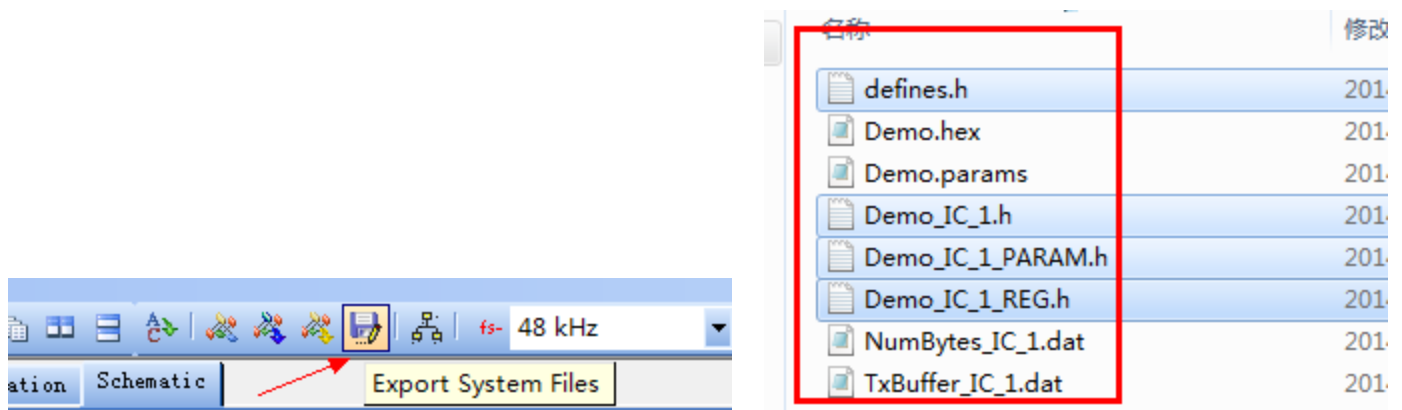

图 18 SigmaStudio 导出配置文件
2、在图 18 所生成的配置文件中，我们一般的 MCU 工程用到的有四个（SigmaStudioFW.h 是用户的 I2C 接口文件，需要用户根据 MCU 平台自己配置 I2C）文件：“define.h”，“Demo_IC_1.h”，“Demo_IC_1_PARAM.h”，“Demo_IC_1_REG.h”。在 MCU 工程下建好 DSP 的子工程如图 3 所示：